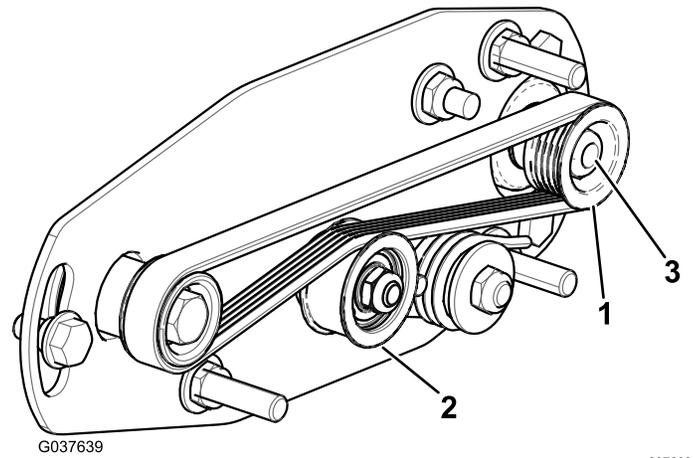
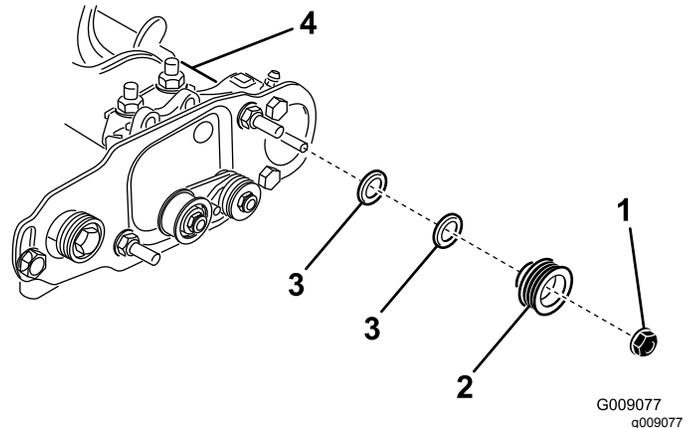

图 24
图 25
2. 旋转滚刀会带动驱动皮带轮旋转把皮带从驱动皮带轮上撬下来 图 24。
3. 卸下将从动皮带轮固定至刷轴的锁紧螺母 图 24 或 图 25。
4. 从轴上卸下从动皮带轮 图 25。
5. 如果皮带轮需要移出可添加 0.8mm 厚的垫圈 图 25。
6. 如 图 25 所示安装皮带轮。
1. 从动皮带轮位于滚筒刷轴可以自由出入 图 24。